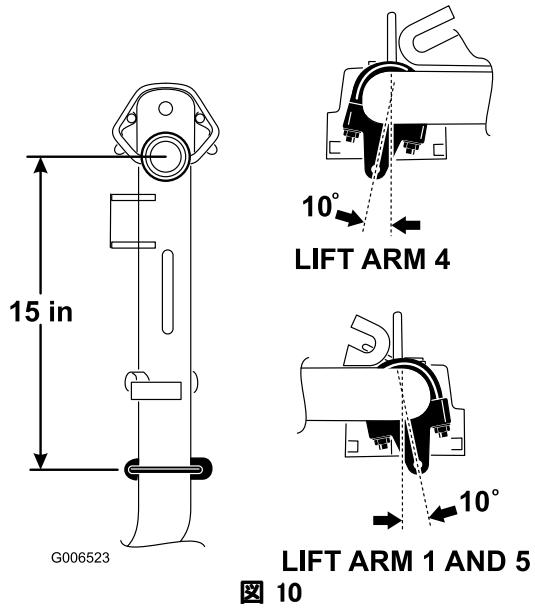

図 10
1. 昇降アーム1番、4番、5番では、チェーン・ブラケットとUボルトが、ピボット・ナックルの中心線よりも38 cm後ろになるよう取り付ける(図 10)。昇降アーム1番、5番では、ブラケットを垂直方向から右に10度回転させた状態で取り付ける(図 10)。昇降アーム4番では、ブラケットを垂直方向から左に10度回転させた状態で取り付ける(図 10)。